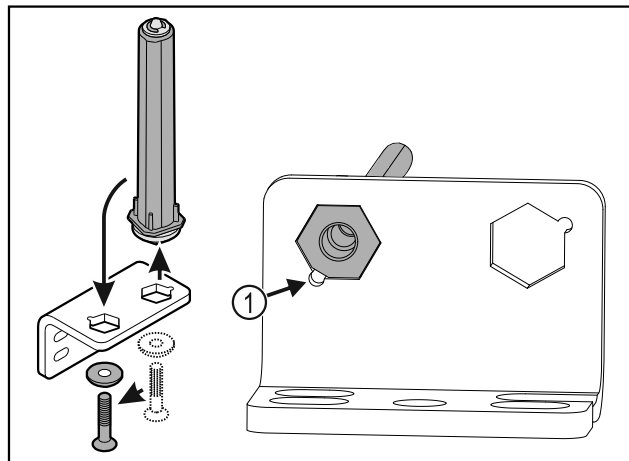

Fig. 22
- Dbejte, aby při vsazování ukazovalo zešíkmení čepu Fig. 22 (1) ke kulatému otvoru.